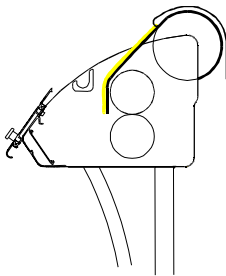

Abbildung 19
2. Trennen Sie das Laminat von der Schutzfolie, falten Sie die Schutzfolie nach hinten (Abb. 19) und ziehen Sie die Folie gleichmäßig vorn über die Walzen.